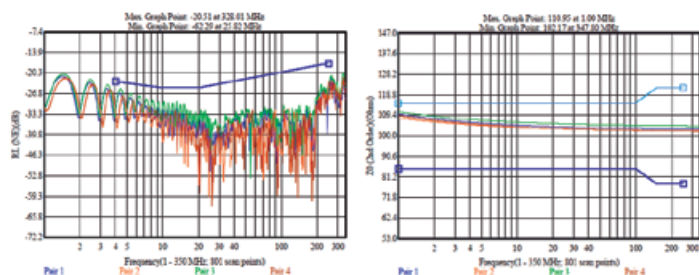

Figura 4. Exemplo de impedância característica alta – Relação com RL (perdas por retorno).
- **Figura 4** – temos uma impedância média mais alta e vemos a afetação nas perdas por retorno. Esta afetação será tanto mais alta quanto menor for a frequência;